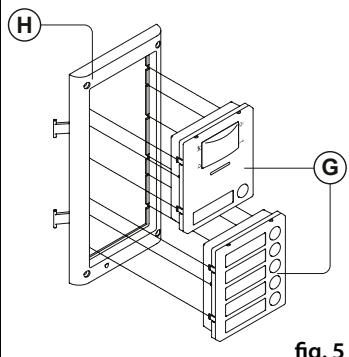
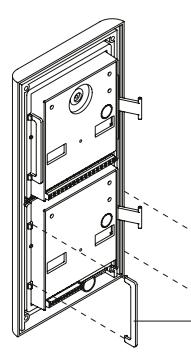

fig. 5
fig. 6
- Before installation of the module support frame, hook the modules **G** to the support frame **H** as shown in **Fig. 5** then, as shown in **Fig. 6**, fit the two anti-tampering locks **W** for each module (do the same for the second module support frame);
- Prima di installare il supporto moduli, agganciare a quest'ultimo i moduli **G** come mostrato in Fig. 5 ed inserire per ciascun modulo, come mostrato in Fig. 6, i fermi anti-effrazione **W** (eseguire la stessa operazione per il secondo supporto moduli);
- Avant d'installer le support des modules, accrocher à ce dernier les modules (G) comme illustré sur la Fig. 5 et insérer pour chaque module, comme illustré sur la Fig. 6, les butées anti-effraction (W) (effectuer la même opération pour le deuxième support modules) ;